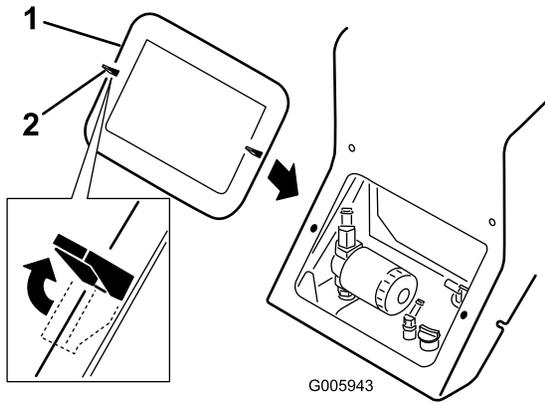

図 25
3. ロッキングタブ（2枚）（図 25）を外す（図は上タブと左タブ）